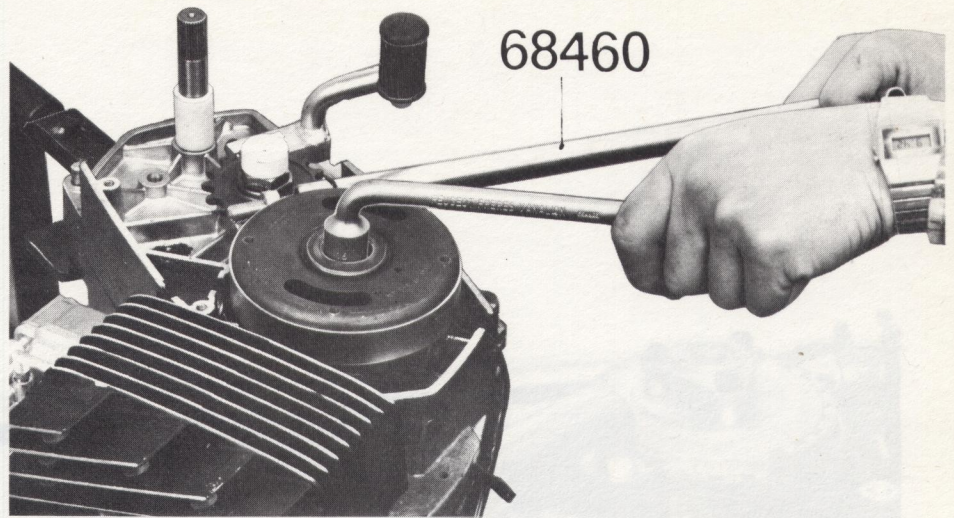

Figure 16
- Dévisser l'écrou en bout de vilebrequin à l'aide d'une clé à pipe de 16, en immobilisant le rotor avec la sangle n° 68460 (figure 16).